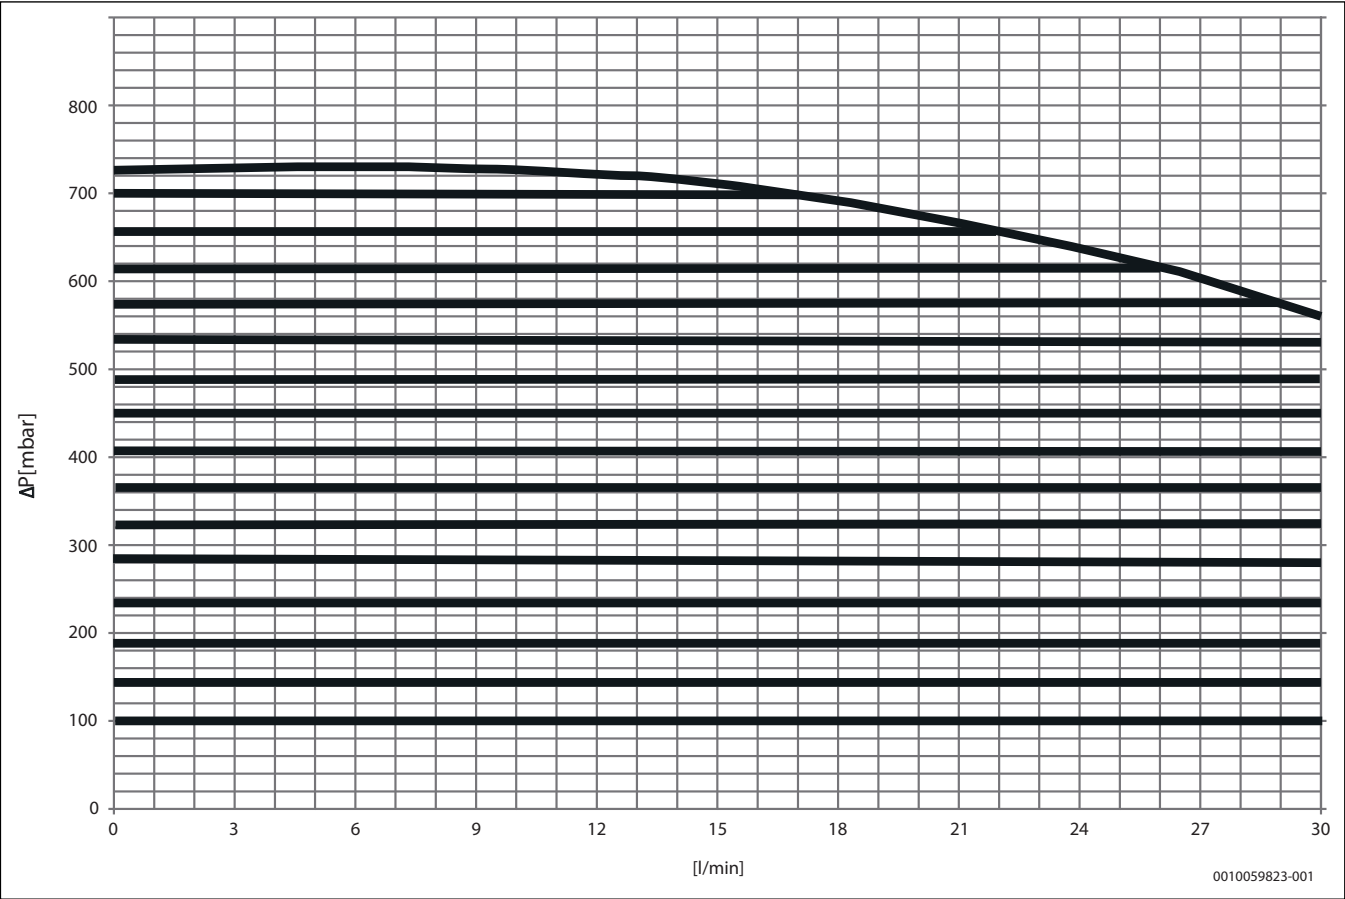

Fig. 31 Graphique de performance de la pompe du circuit de chauffage dans un circuit de chauffage à pression constante
2) La pression disponible dépend de la pompe à chaleur raccordée ou du découplage hydraulique(→ voir le tableau des performances de la pompe du circuit de chauffage, figure 31)